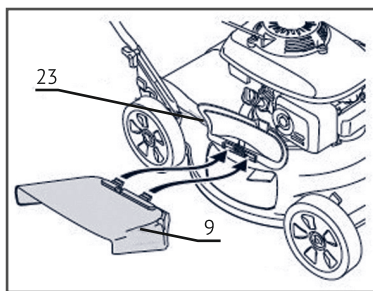

рис. 5
При кошении без травосборника рекомендуется использовать боковой выброс. Для этого необходимо поднять боковую крышку (23) и закрепить боковой желоб (9). При мульчировании боковой выброс использовать не рекомендуется (рис. 5).